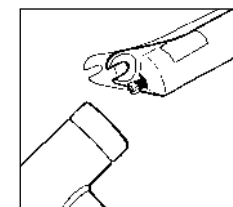

Fig. 5
5. Retire la tuerca fiadora de cartucho de 8 mm del lado del amortiguador, utilizando una llave de tubo de 8 mm. Afloje parcialmente el perno del eje con una llave hexagonal de 5 mm, golpee con fuerza el perno con un martillo hasta que el eje se desprenda del tubo inferior (ver Fig. 5), y retire completamente el perno.